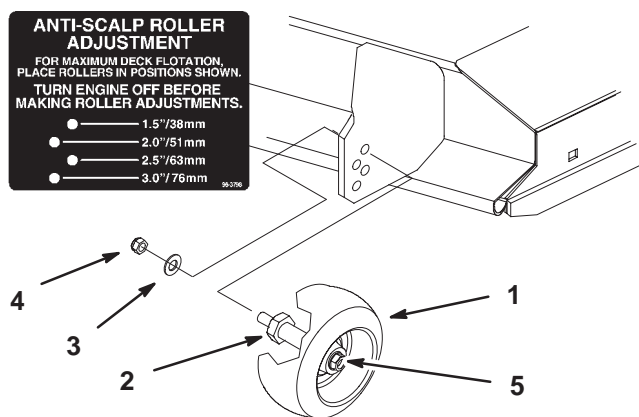

Figure 22
2. Lorsque la hauteur de coupe est réglée, enlevez l'écrou à collerette et la rondelle élastique tout en maintenant le goujon avec une clé (Fig. 22).
- Note:** N'enlevez pas l'écrou et la rondelle de la roue (Fig. 22).
3. Choisissez le trou pour que la roue de jauge se trouve le plus près possible de la hauteur de coupe correspondante voulue (Fig. 22).
4. Remettez l'écrou à collerette et la rondelle élastique. Serrez à 54–61 Nm (Fig. 22).